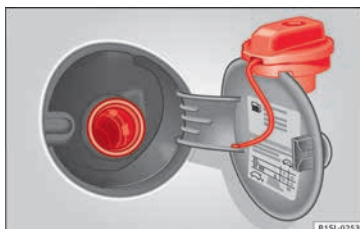

Abb. 39 Geöffnete Tankklappe mit eingehängtem Tankverschluss.
- Tankverschluss entgegen dem Uhrzeigersinn herausdrehen und oben an der Tankklappe einhängen » **Abb. 39**.